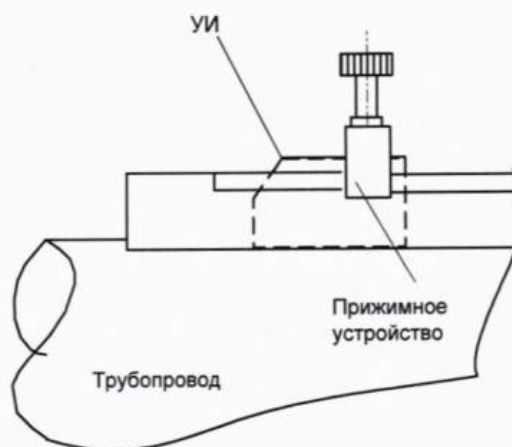

рис. 2
13.3. На рабочую поверхность излучателя "+V" нанести слой смазки толщиной (0,5 - 1,5) мм и вставить излучатель в установочный профиль (стрелка на излучателе должна совпадать с направлением движения потока жидкости), плотно прижать рукой к предварительно зачищенной поверхности трубопровода и немного подвигать вперед-назад, чтобы раздавить слой смазки. Затем излучатель прижать к поверхности трубопровода прижимным устройством (см. рис. 2) так, чтобы верхний скос крышки излучателя был напротив риски установки датчиков